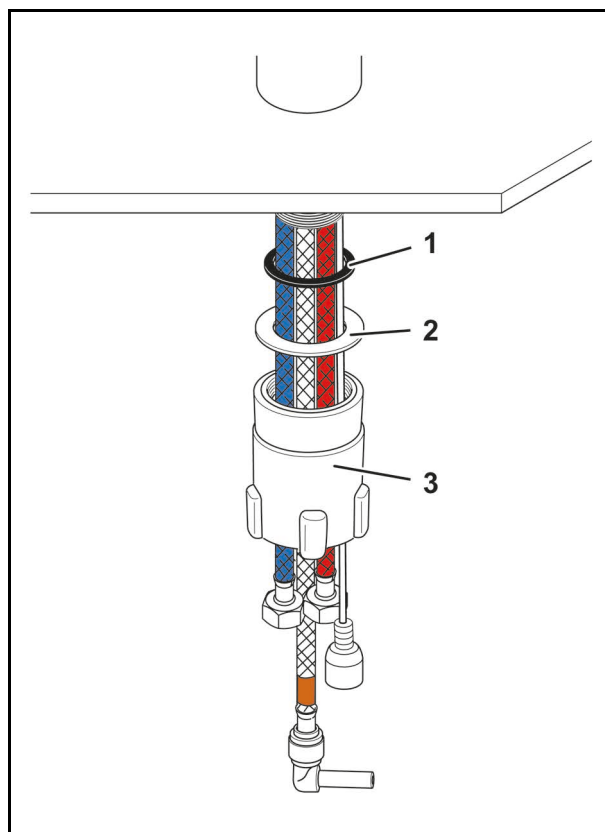

Abb. 11
3. Wprowadzić uszczelnienie (Abb. 11/1) i podkładkę (Abb. 11/2) na przewody.
4. Wprowadzić tulejkę montażową (Abb. 11/3) na przewody.
5. Zamocować tulejkę montażową (Abb. 11/3) z uszczelnieniem (Abb. 11/2) i podkładkami (Abb. 11/3) na gwincie armatury.